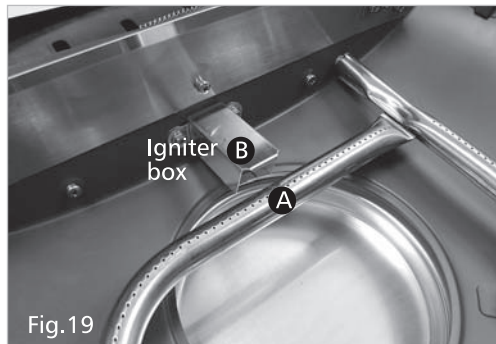

Fig.19
Placez l'orifice dans ② (Fig.18) l'ouverture du brûleur et aussi ① (Fig.18) que le trou de l'allumeur ① (Fig.19) s'aligne avec la marque de la boîte d'allumage ② (Fig.19).